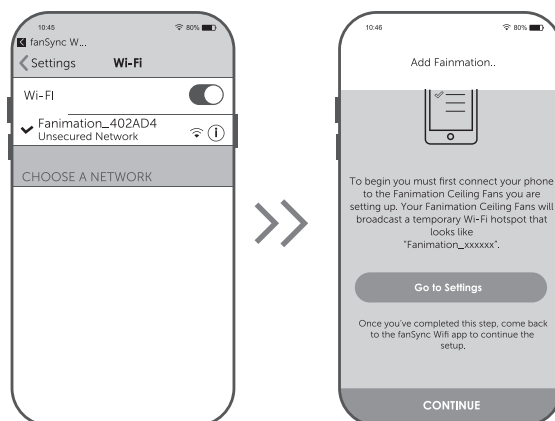

Figura 6
- ☐ 6. En la configuración WiFi de su dispositivo inteligente, seleccione el dispositivo Fanimation_XXXXXX y vuelva a la aplicación fanSync WiFi y pulse “CONTINUAR”. (Figura 6)